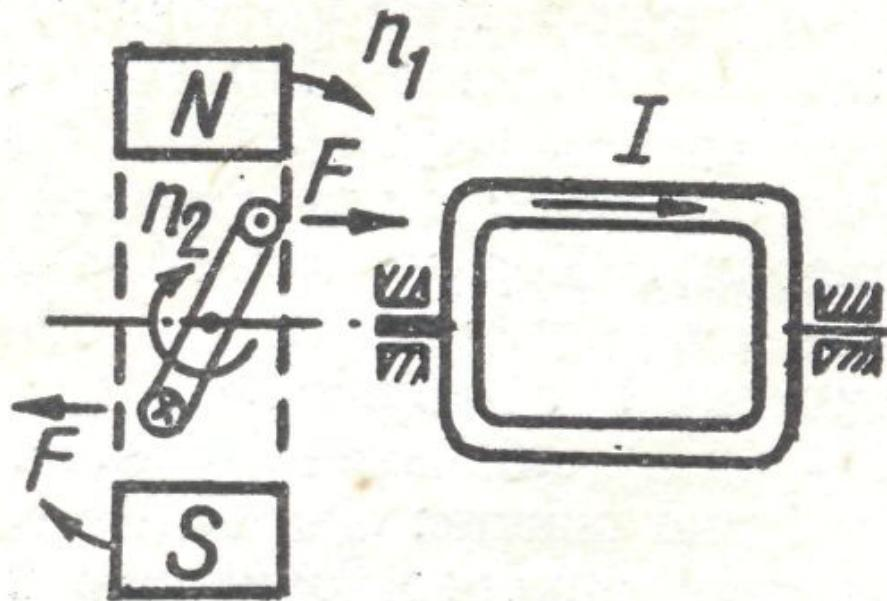

Рис. 18-2. Короткозамкнутый виток во вращающемся магнитном поле.
- Расположим во вращающемся магнитном поле укрепленный на оси замкнутый виток провода (рис. 18-2). Согласно закону электромагнитной индукции, в витке будет индуцироваться эдс ( $e=Blv$ ). *Направление тока в витке, вызванного этой эдс, определим по правилу правой руки. Согласно закону Ампера, на проводник с током в магнитном поле действует сила  $F = BIl$ . Направление силы определим по правилу левой руки — она направлена в сторону вращения магнитного поля.*